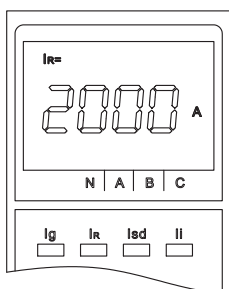
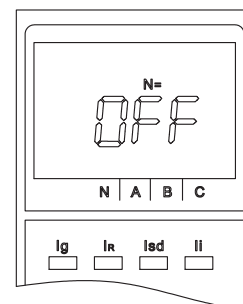

图71 Ir设定值
图78 N相电流值
③ 查询状态：在缺省界面下，按“菜单”键一次进入整定值查询状态，再按“→”键依次查询四段保护及其他参数整定值，详见图71~图78